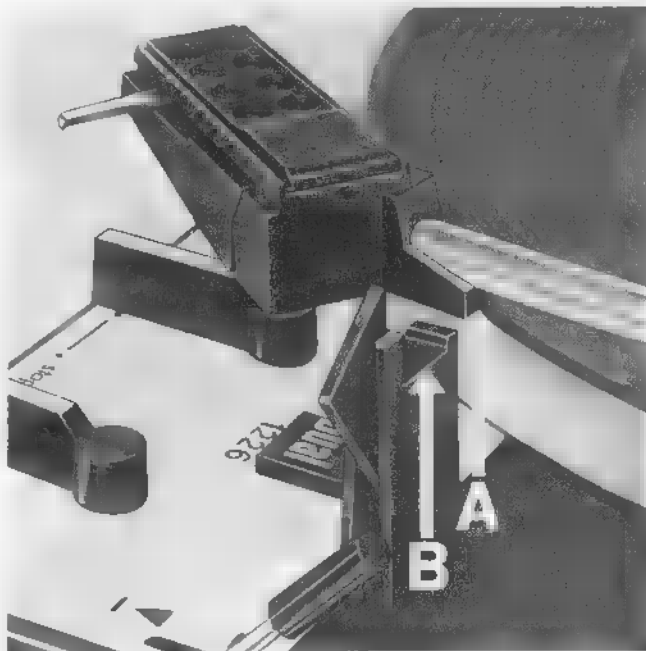

Fig. 15
4. Die exakte Balance des Tonarmes durch Drehen des Balancegewichtes herstellen. Der Tonarm ist ausbalanciert, wenn Kante "A" des Tonarmkopfprofils und Kante "B" der Tonarmstütze auf gleicher Höhe sind (Fig. 15), oder wenn der Tonarm sich nach Antippen in vertikaler Richtung wieder von selbst in die horizontale Lage einpendelt. Beim Ausbalancieren des Tonarmes muß dieser von der Kinematik entkoppelt sein. Tonarmlift in Stellung ∇ bringen und eventuell Plattenteller von Hand im Uhrzeigersinn (einige Umdrehungen) drehen.
The tonearm is exactly balanced when edge "A" of the tonearm head profile is at precisely the same height as edge "B" of the tonearm rest (Fig. 15), or when the tonearm, tapped vertically, returns automatically to a horizontal position. When balancing the tonearm, the automatic mechanism must be disengaged. To be sure of this, place the cue control in position ∇ and turn platter by hand clockwise a few rotations.